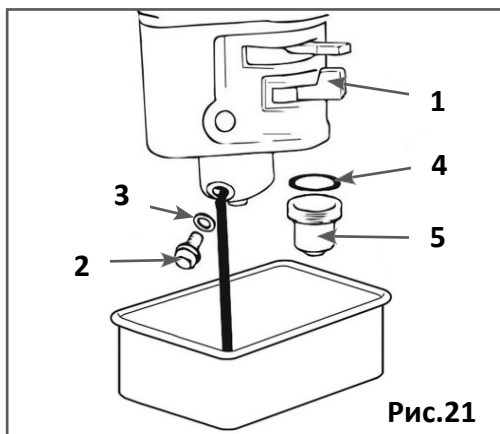

Рис.21
- Установите под карбюратор подходящую емкость (Рис. 21).
- Открутите стакан отстойника (5), вылейте из него топливо в заранее подготовленную емкость (Рис. 21).
- Слейте топливо из карбюратора (Рис. 21) или выработайте топливо в карбюраторе.